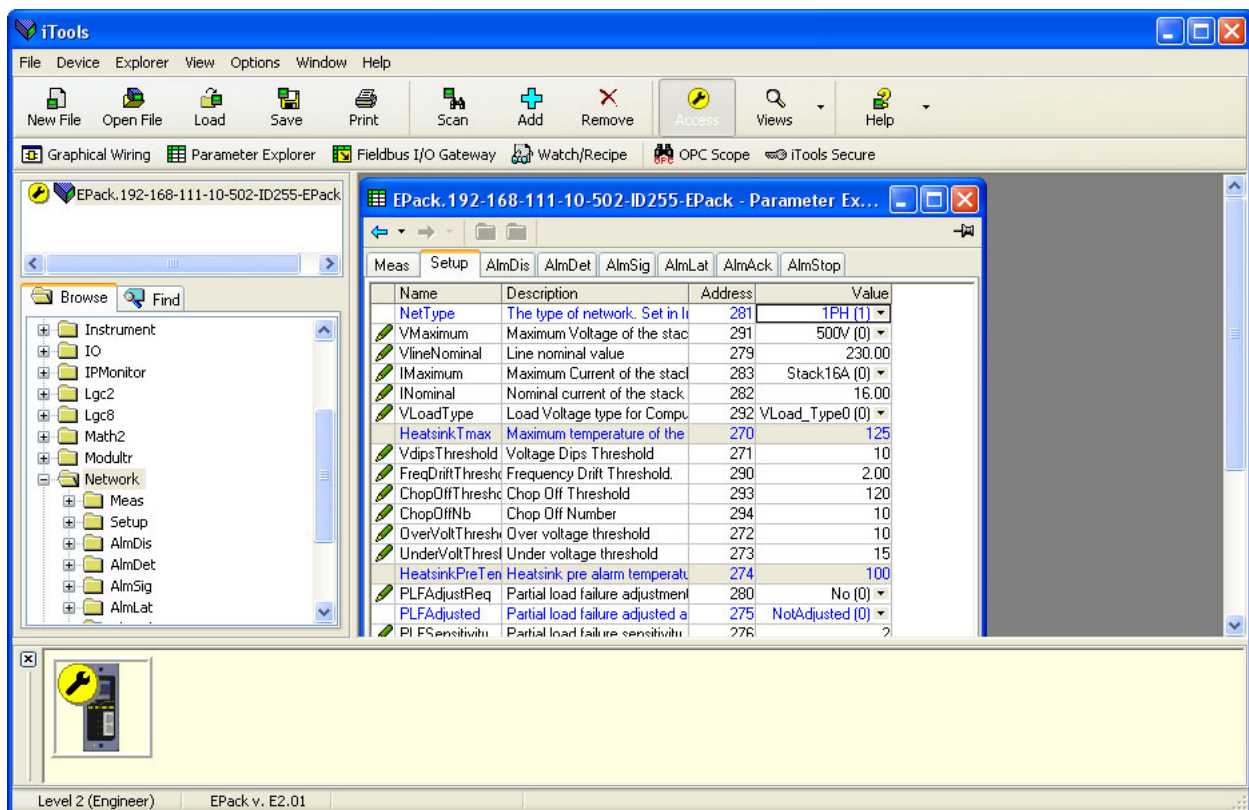
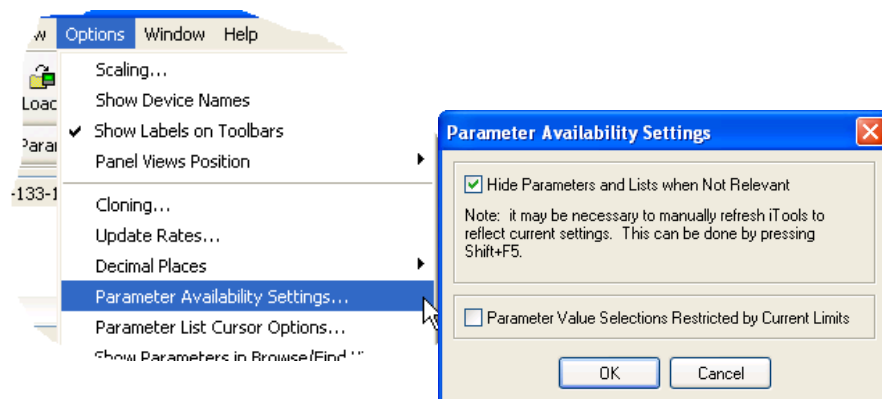

Figura 136 Esempio di tabella di parametri
Figura 139 Mostra/Nascondi parametri
In ogni caso i parametri del blocco funzione vengono visualizzati nella finestra di iTools in formato tabellare, come mostrato in Figura 136.
1. I parametri visualizzati in blu non sono modificabili (sola lettura). Nell'esempio precedente, tutti i parametri sono di sola lettura. I parametri di lettura/scrittura sono visualizzati in nero e presentano un simbolo a forma di "matita" nella colonna di accesso di "lettura/scrittura" sul margine sinistro della tabella. Elementi di questo tipo sono presenti in Figura 136, riportata sopra.
2. Colonne. La finestra Explorer predefinita (Figura 136) contiene le colonne "Nome", "Descrizione", "Indirizzo" e "Valore". Come si può osservare dalla Figura 139 precedente, è possibile selezionare le colonne da visualizzare utilizzando il menu Explorer o il menu di contesto. Nell'esempio precedente è stata abilitata l'opzione "Limits" (Limiti).
3. Parametri nascosti. Come impostazione predefinita, iTools nasconde i parametri considerati irrilevanti nel contesto corrente. È possibile visualizzare i parametri nascosti nella tabella utilizzando la voce "Parameter Availability" (Disponibilità parametri) nel menu delle opzioni (Figura 139). Tali elementi vengono visualizzati con uno sfondo ombreggiato.